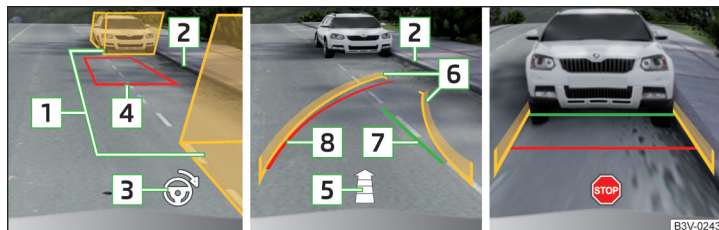

Fig. 280 Visualización de la pantalla
- Detener el vehículo de la manera, que no exista ningún obstáculo en el hueco entre las cajas de ayuda **1** » fig. 280, y la caja de atrás sobre la limitación lateral de la plaza de aparcamiento (p.ej. bordillo) **2**.